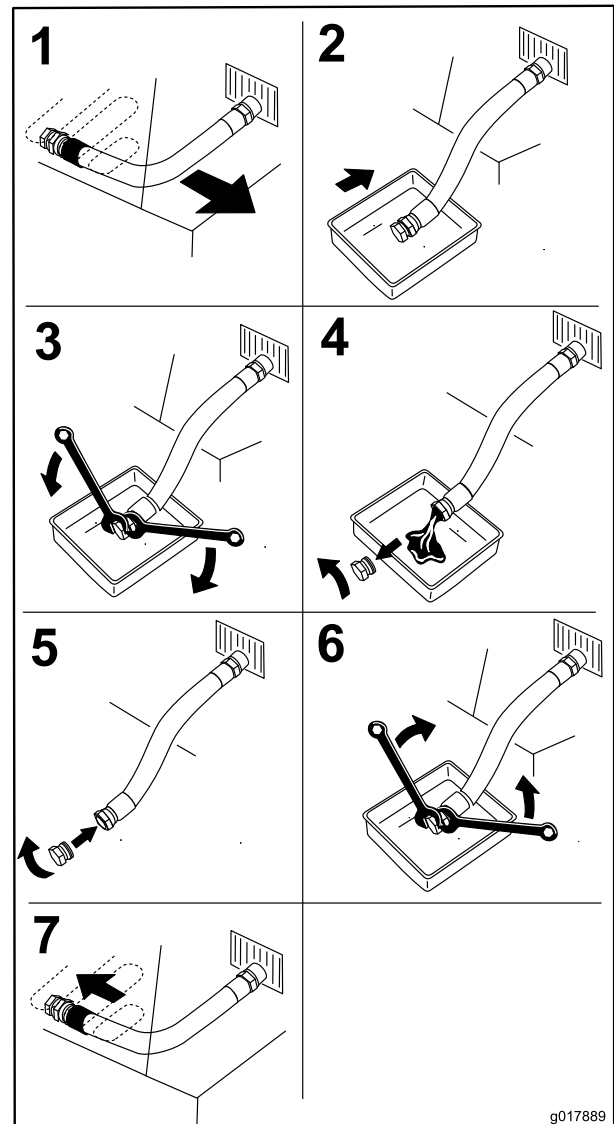

Figure 42
3. Avant de quitter la position de conduite, coupez le moteur, enlevez la clé de contact et attendez l'arrêt de toutes les pièces mobiles (Figure 42).